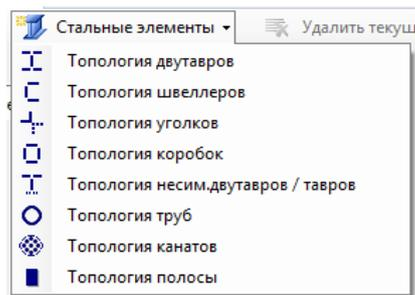

Рисунок 2.321 Список стальных элементов
- **Стальные элементы** (кнопка  **Стальные элементы**) в редакторе параметров конструирования). Переход непосредственно к необходимому типу стального элемента осуществляется одним щелчком мыши по выбранному элементу списка (рисунок 2.321).
- В списке **Стальные элементы** приведены топологии: двутавров, швеллеров, уголков, коробок, несимметричных двутавров/тавров, труб, канатов и полосы (рисунок 2.321);